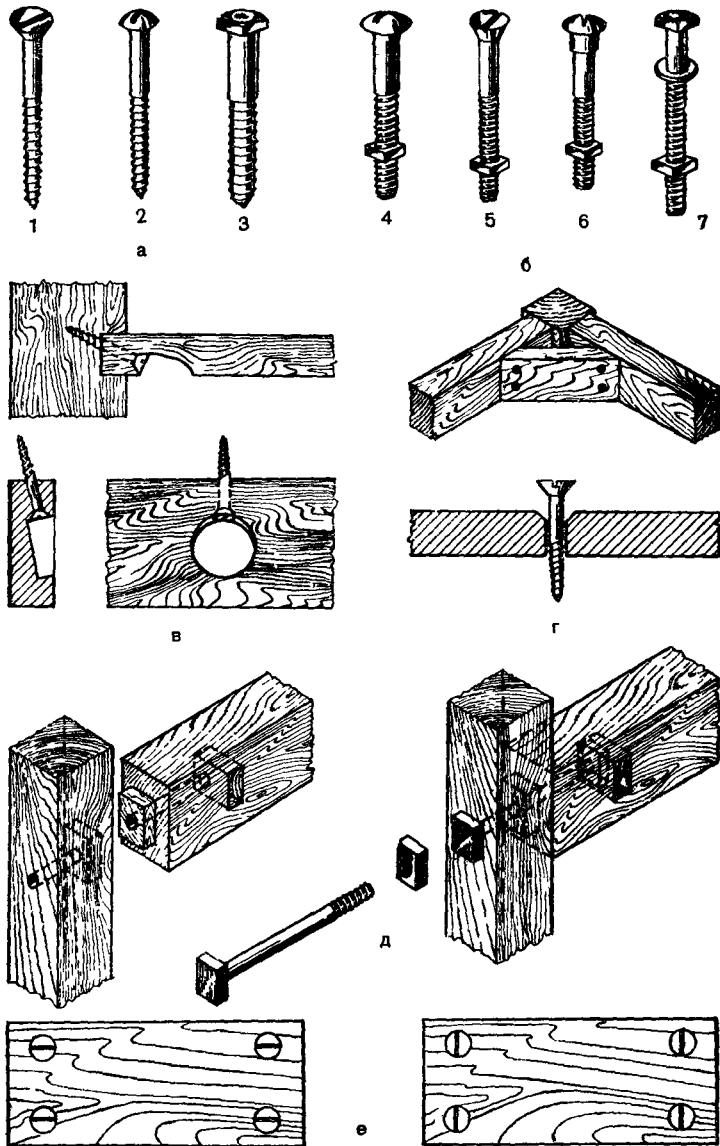

Рис. 69. Соединение шурупами и болтами
**Соединения на шурупах.** Соединения на шурупах более прочные, чем на гвоздях. Шурупы различаются по длине и по форме головки (см. рис. 69). Тип шурупа выбирают в зависимости от характера изделия. В случаях, если головку нужно скрыть, применяют шуруп с плоской конической головкой. Если шуруп может быть оставлен на поверхности, используют шуруп с круглой головкой. Если к соединению не предъявляются эстетические требования, а требуется обеспечить только его высокую прочность, применяют шурупы-глухари с квадратной или шестигранной головкой. Такие шурупы завинчивают гаечными ключами. Чтобы головка шурупа не вдавливалаась в дерево, под нее подкладывают металлическую шайбу.
Шуруп в древесину завинчивают, но ни в коем случае не забивают. Чтобы завинтить небольшой шуруп в мягкую древесину, выполняют следующие операции: размечают место расположения шурупа; шилом просверливают отверстие диаметром несколько меньше диаметра шурупа и на 1/2 его длины; придерживая шуруп левой рукой, осторожно забивают его молотком на 1,3 длины в отверстие; завинчивают шуруп до упора отверткой, шлиц ставят параллельно направлению волокон. Если смежно расположено несколько шурупов, положение их шлицов должно быть одинаковым (см. рис. 69, е). Потайную головку шурупа утапливают в дре-
Если необходимо скрыть головку болта, сверлом соответствующего диаметра или стамеской делают гнездо. После завинчивания гайки гнездо заделывают на kleю кусочком древесины той же породы, из которой выполнено изделие. При помощи болтов можно соединять детали, не делая сквозных отверстий (см. рис. 69, б).